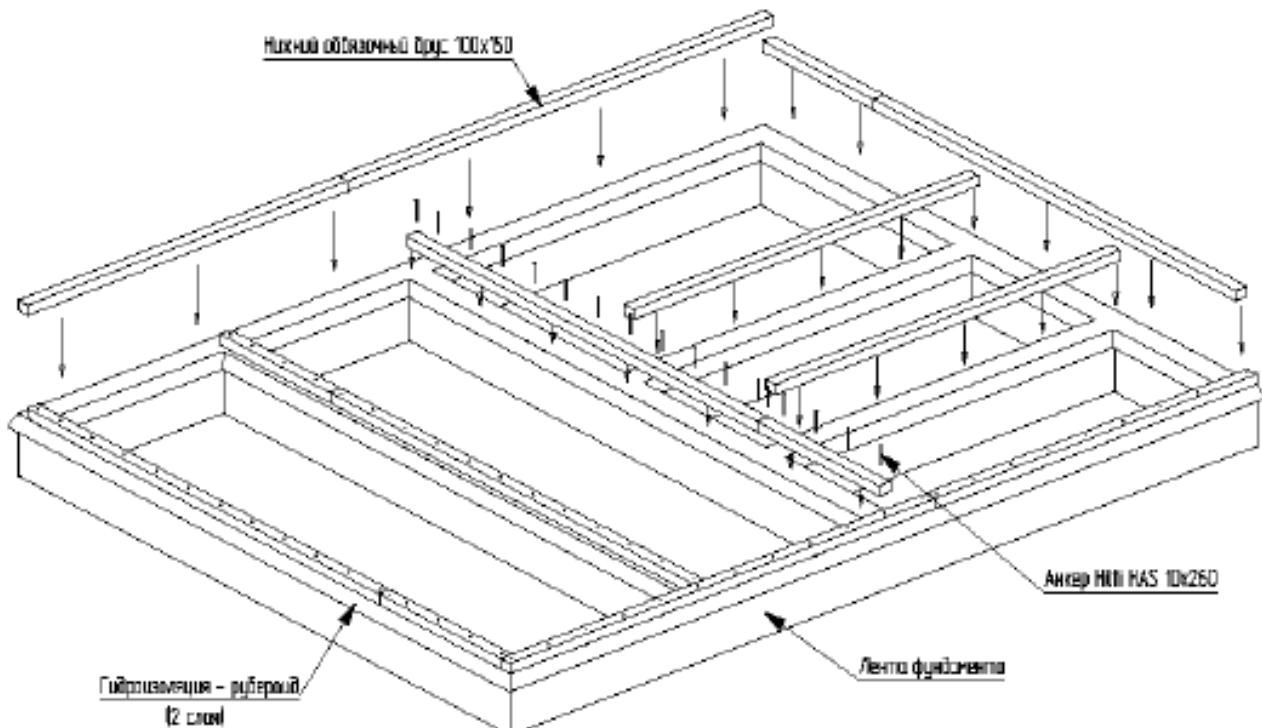

Рис. 4: Монтаж нижнего обвязочного бруса.
3. На фундамент, покрытый гидроизолирующим слоем водонепроницаемого материала, укладывается нижний обвязочный брус дома (рис. 4). Установка производится в «нулевой уровень» с помощью нивелира или строительного уровня, в строгом соответствии с разработанными чертежами. К укладке нижнего обвязочного бруса следует подойти с особым вниманием, т.к. от точности его установки зависит качество и простота дальнейшей сборки дома. Рекомендуемое сечение нижнего обвязочного бруса не менее 100x150, но возможно использовать и 40x150. Нижний обвязочный брус крепится к фундаменту с помощью анкерных болтов, либо анкерных болтов с гайками по ГОСТ 24379.1-80, установленных с шагом 500 мм по центру обвязочного бруса. Рекомендуемый диаметр анкерного болта 10÷12 мм, длина болта должна обеспечить крепление к бетону не менее чем на 100 мм. Головки болтов утапливаются в обвязку, заподлицо с верхней гранью нижнего обвязочного бруса.